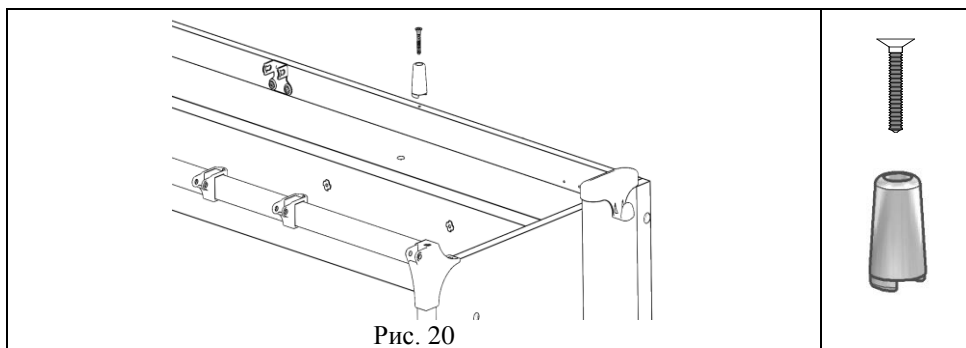

Рис. 20
5.4.3. К сборке по п. 5.4.2 прикрутить упор (поз. 8, пакет № 148) с помощью винта самонарезающего (поз. 7, пакет №148), см. рис. 20.